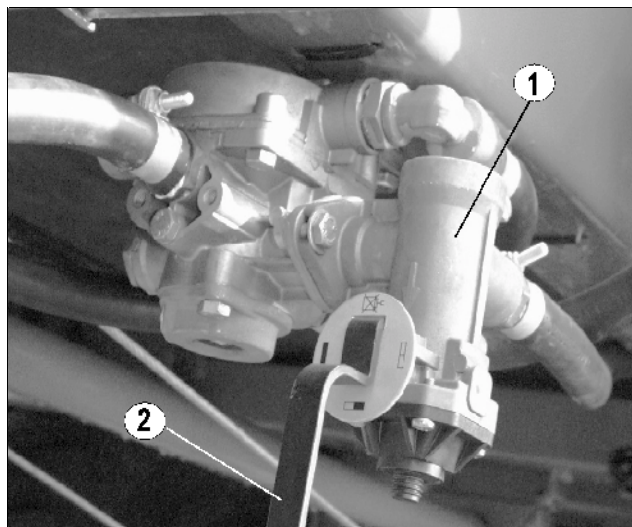

Fig. 13
- Avant de démarrer, réglez à la main le régulateur de la force de freinage (Fig. 13 /1) sur la manette (Fig. 13 /2) en fonction du niveau de chargement.